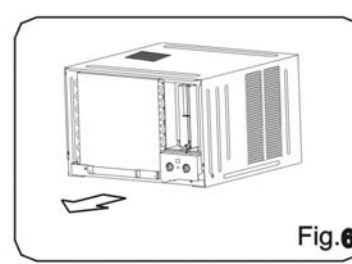

Fig. 6
2. SOSTIENE EL MANGO EN EL CHASIS Y DESLIZA CON CUIDADO EL APARATO DE AIRE ACONDICIONADO FUERA DE LA CABINA DE ALOJAMIENTO. (VER FIG 6).